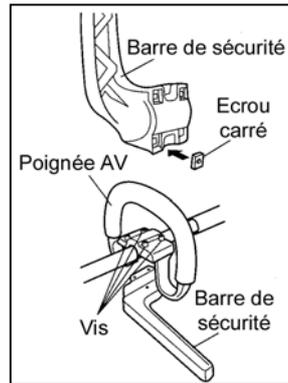

Figure 11
- 1) Poser les 4 écrous carrés dans leur emplacement dans la barre de sécurité (figure 11).